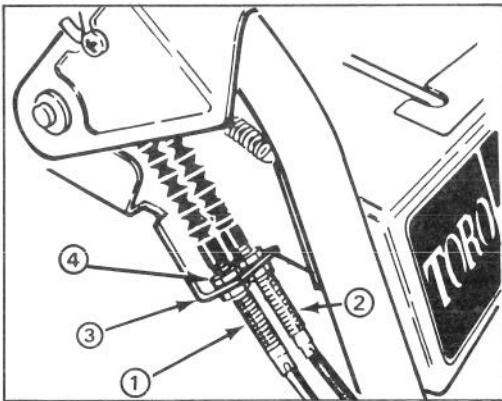

Figure 26
4. Desserrez le contre-écrou supérieur fixant le câble de la tarière/roue hélice au support de fixation (Fig. 26).
5. Faites tourner le contre-écrou inférieur vers le haut afin de tendre la courroie (Fig. 26).
### RÉGLAGE DE LA COURROIE D'ENTRAÎNEMENT DE TRACTION (Fig. 26)
8. Desserrez les contre-écrous qui tiennent le câble de commande (correspondant à la courroie à remplacer) au support (Fig. 26). La câble doit